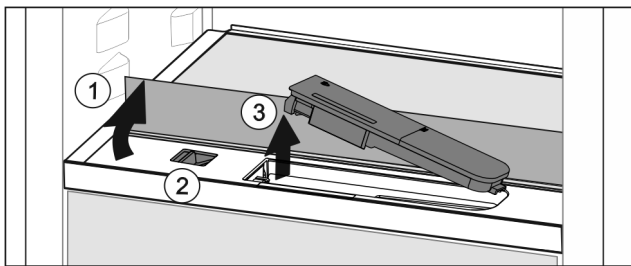

Fig. 57
- ▶ Soulever la tablette et la rabattre vers l'arrière jusqu'à la butée Fig. 57 (1).
- ▶ Pousser le curseur Fig. 57 (2) vers la gauche.
- ▶ Sortir le filtre à eau Fig. 57 (3).